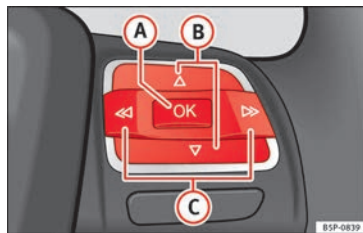

Abb. 37 Bedienelemente im Lenkrad: Kontrolltasten
- Zum Aufrufen des Menüs „Einstellungen“ drücken Sie die Taste **(C)** »» **Abb. 37**, bis die entsprechende Anzeige am Display erfolgt. Nun befinden Sie sich in diesem Menü.
oder die Taste **OK** am Multifunktionslenkrad » **Abb. 37** » Seite 54.
Scheibenwischerhebel bzw. durch Drücken der Taste  oder  » **Abb. 37** des Multifunktionslenkrads*, die folgenden Daten abfragen: